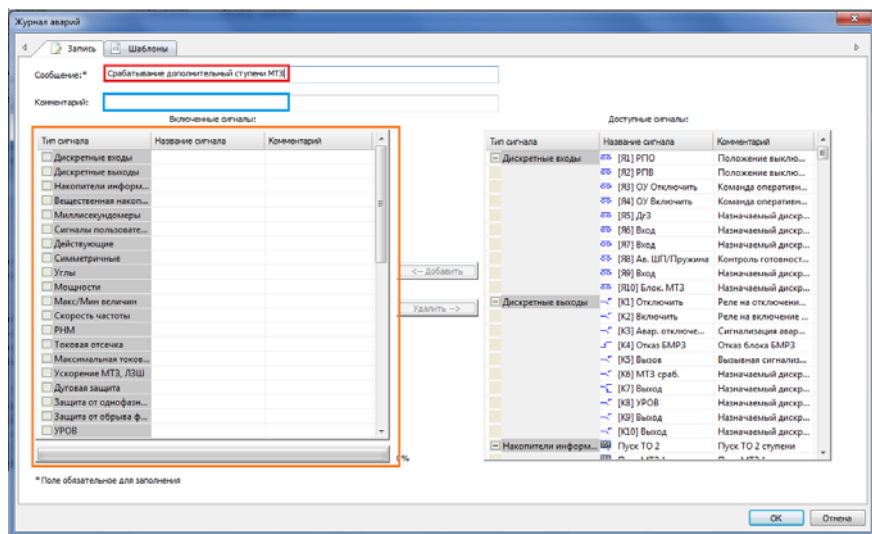

Рис. 30. Настройка записи сообщения
30. После этого появится окно задания записи в журнале. В поле «Сообщение» необходимо написать сообщение «Срабатывание дополнительной ступени МТЗ», которое будет отображаться в журнале аварий (поле обязательно для заполнения). Максимальная длина сообщения 80 символов. В поле «Комментарий» можно добавить дополнительную информацию, которая отображается только в представленном окне (рис. 30).